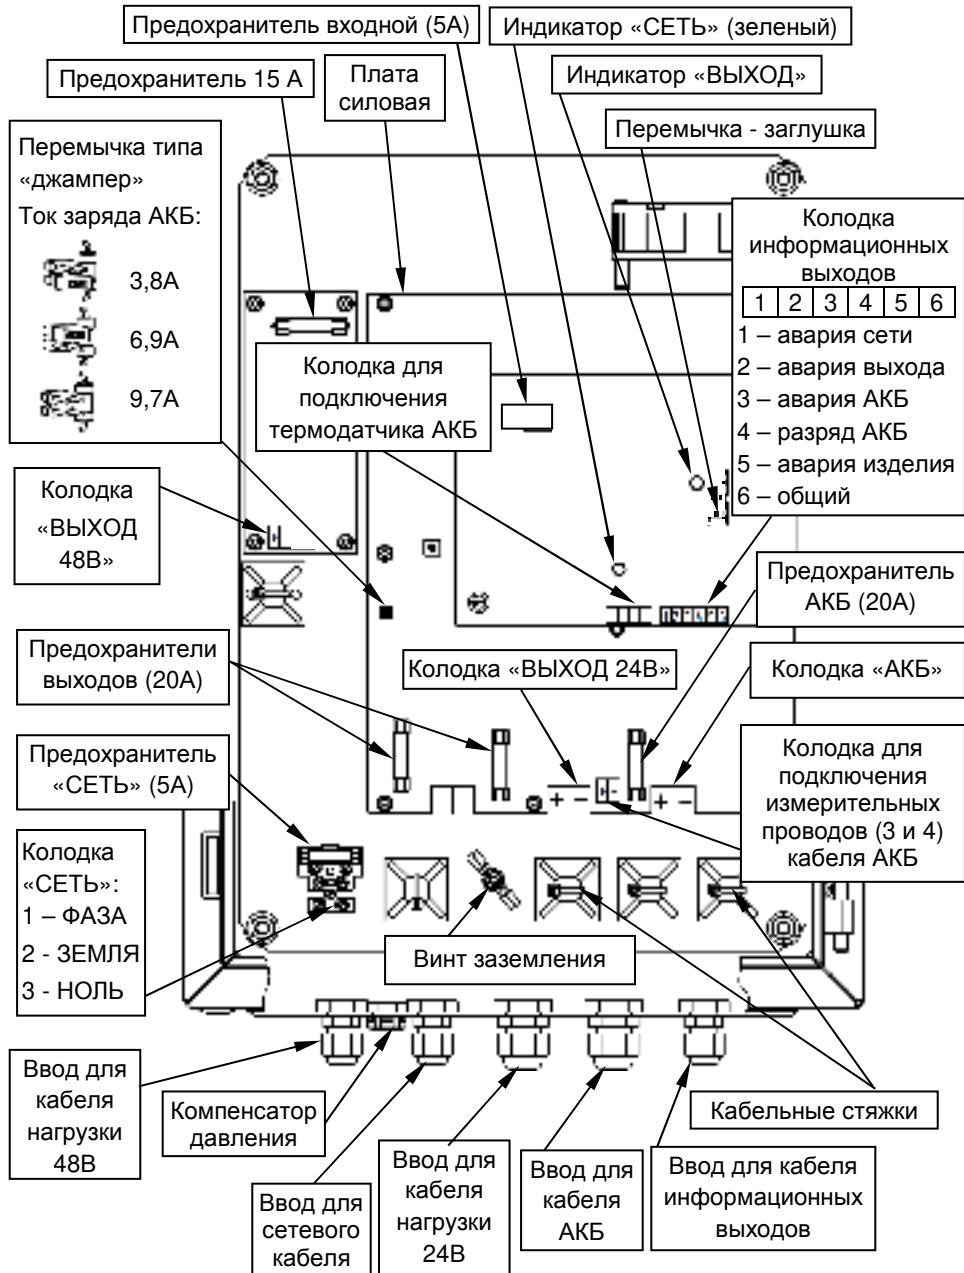

Рисунок 2 - вид изделия с открытой дверцей
Подвод проводов сетевого питания, выходной нагрузки и АКБ осуществляется через герметичные кабельные вводы, установленные на нижней стенке корпуса (см. рисунок 2). При открытой дверце осуществляется доступ к печатным платам изделия и расположенными на них предохранителям, перемычкам, клеммным колодкам и индикаторам «СЕТЬ» (зеленого цвета) и «ВЫХОД 24В» (красного цвета).
**Изделие обеспечивает ограничение тока заряда АКБ.** Выбор одного из трех значений ограничения тока заряда АКБ осуществляется установкой/удалением соответствующей перемычки типа «джампер» (см. рисунок 2) в соответствии с рекомендациями таблицы 2.
Схемой источника предусмотрен разъем, контакты которого замкнуты предустановленной перемычкой-заглушкой ( заводская установка). Разъем расположен на плате управления (см. рисунок 2) и предназначен для подключения внешнего управляющего контакта «ВЫХОД» (например: контакт внешнего реле, кнопки или тумблера).
Подключение внешних цепей к изделию в соответствии с назначением клемм подключения (см рисунок 2) следует выполнять в следующей последовательности:
- провод заземления подключить к клемме 2 (ЗЕМЛЯ) на колодке «СЕТЬ» (см. рисунок 2);
- установить перемычками требуемое значение ограничения тока заряда АКБ (см. рисунок 2 и таблицу 2);
- проверить наличие и исправность предохранителей, расположенных на плате силовой и плате управления (см. рисунок 2);
- подключить с соблюдением полярности к клеммам колодок «ВЫХОД 24В» и «ВЫХОД 48В» кабели питания нагрузок (см. рисунок 2);